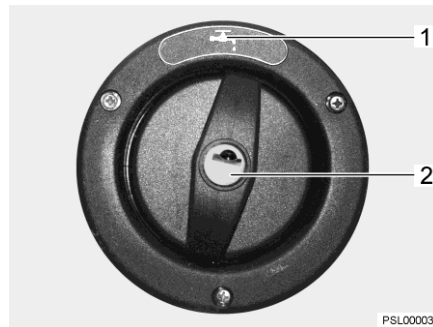

Fig. 152 Couvercle de fermeture pour bec de remplissage d'eau potable
Le bec de remplissage d'eau potable est désigné par le symbole "☞" (Fig. 152,1). Le couvercle de fermeture est ouvert et verrouillé à l'aide de la clé pour les serrures extérieures.
- Insérer la clé dans le barillet (Fig. 152,2) et la tourner d'un quart de tour dans le sens inverse des aiguilles d'une montre.
- Ouvrir le bec de remplissage d'eau potable (Fig. 152).